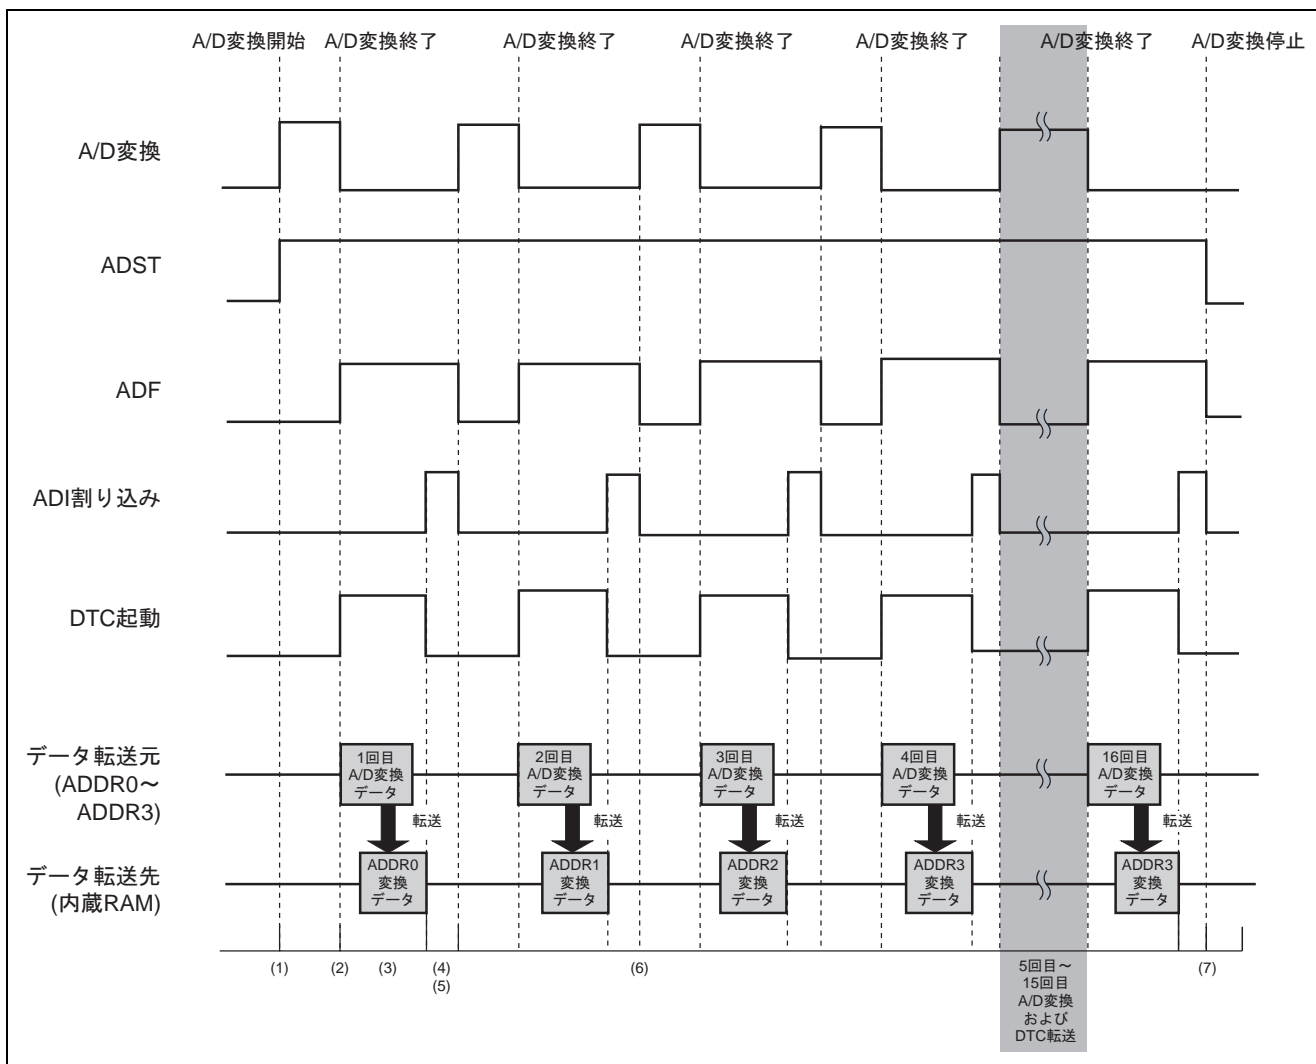

図 4 A/D 変換と DTC 転送のタイミング
A/D 変換と DTC 起動および転送のタイミングを図 4 に示します。また、処理内容を表 3 に示します。
まず、ADI 割り込みを許可に設定後、ADST ビットを '1' にセットして A/D 変換を開始します (図 4 (1))。A/D 変換終了により、ADF ビットが自動的に '1' にセットされると、ADI 割り込み要求が発生し、DTC が起動されます (図 4 (2))。ただし、ADI 割り込み要求が起きて、DTC が起動された場合、割り込みは発生しません。そして ADDR0 ~ ADDR3 に格納された A/D 変換データが、事前に確保した RAM 領域に DTC によって 1 変換につき 1 チャンネルずつ転送されます (図 4 (3))。1 チャンネルのデータ転送が終了すると ADF ビットは自動的にクリアされ、ADI 割り込みが入ります (図 4 (4))。本応用例は連続スキャンモードのため、ADST ビットは自動的にクリアされません。また、本応用例の設定では 1 回ごとの DTC 転送で DTCE ビットがクリアされるため、1 回目 ~ 15 回目の転送後には DTCE ビットを '1' にセットします (図 4 (5))。そして ADST ビットは操作せずに、図 4(2) ~ 図 4(5)までを 14 回繰り返します (図 4 (6))。ADI 割り込み内で DTCE ビットを '1' にセットせず、ADST ビットをクリアし、A/D 変換を停止させます (図 4 (7))。